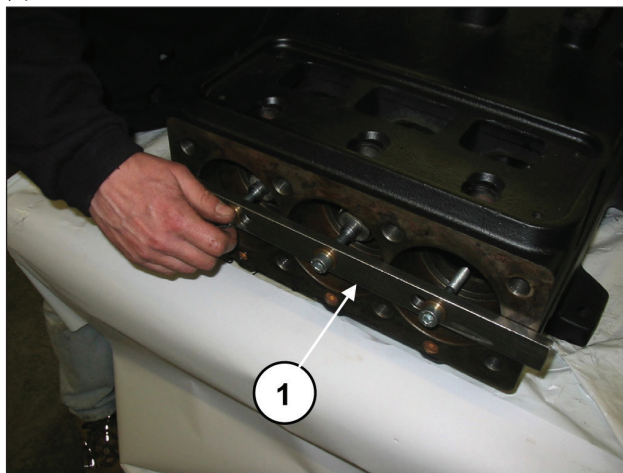

图26
将半连杆向液压部分的方向前移，使之从轴中出来。为方便操作，可使用专用工具（代码27566200），（部件号①，图26）。